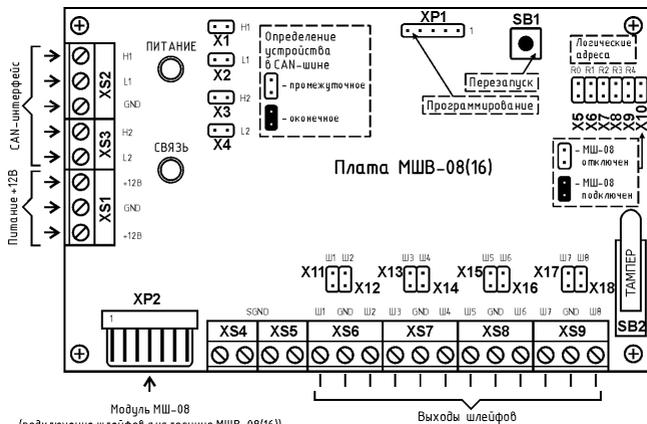

Рисунок 1 - Внешний вид платы МШВ-08(16) и схема подключений
Плата МШВ-08(16) (см. Рисунок 1) установлена внутри корпуса модуля и предназначена для реализации основных функциональных возможностей модуля.
- разъём системного программирования микроконтроллера (Рисунок 1 и Таблица 2);
- разъёмы (клеммные колодки) для подключения 8-и ШС (Рисунок 1 и Таблица 2);
- разъёмы (клеммные колодки) для подключения обратных (общих) проводов двухпроводных дымовых шлейфов (Рисунок 1 и Таблица 2);
- разъём подключения расширительного модуля МШ-08 (Рисунок 1 и Таблица 2);
- разъём для подключения источника питания 12 В (первого и второго каналов питания) - (Рисунок 1 и Таблица 2);
- два разъёма для подключения линий интерфейса CAN (первого и второго каналов) - (Рис. 1 и Табл. 2);
- переключки установки CAN-адреса (установка адреса) и номеров шлейфов модуля - (Рис. 1, Табл. 3, 4);
- переключки установки подключения оконечных резисторов интерфейса CAN (Рисунок 1 и Таблица 3);
- кнопка инициализации модуля «Перезапуск» SB1 (Рисунок 1);
- детектор вскрытия корпуса «Тампер» SB2 (Рисунок 1).
Все входные и выходные цепи подключаются к модулю в соответствии со схемой подключения (Рис. 1) с помощью клеммных колодок, расположенных на плате МШВ-08(16).